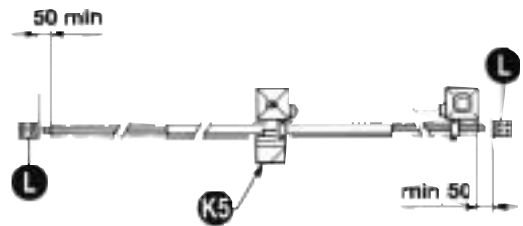

Fig. 2
- Además de los finales de carrera presentes en la unidad, es necesario que en cada una de las dos posiciones extremas del recorrido haya un seguro mecánico fijo que pare la cancela en caso de mal funcionamiento del final de carrera. Con este objetivo el seguro mecánico tiene que ser dimensionado para poder resistir el empuje estático del motor más la energía cinética de la cancela (12) (Fig. 2).